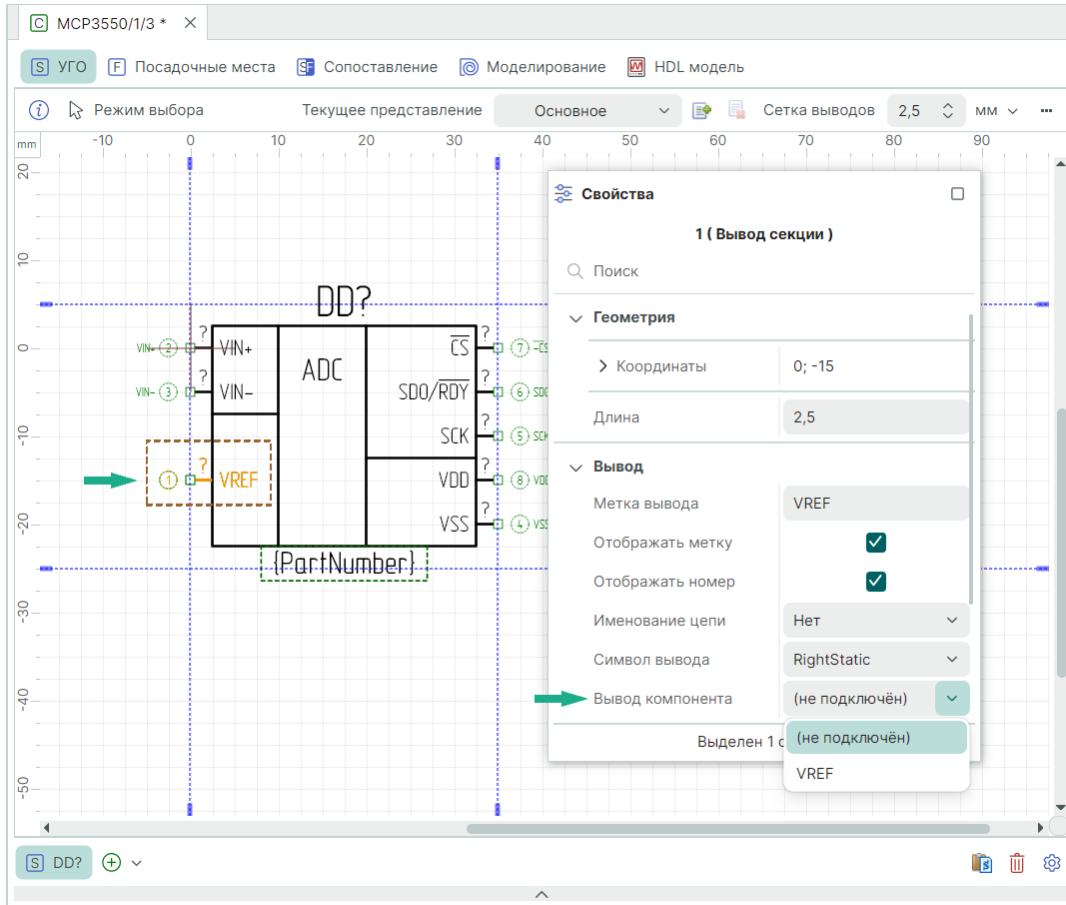

Рис. 279 Сопоставление вывода через панель «Свойства»
2. В выпадающем списке «Свойства» → «Вывод» → «Вывод компонента» выберите контакт для сопоставления, см. Рис. 279.